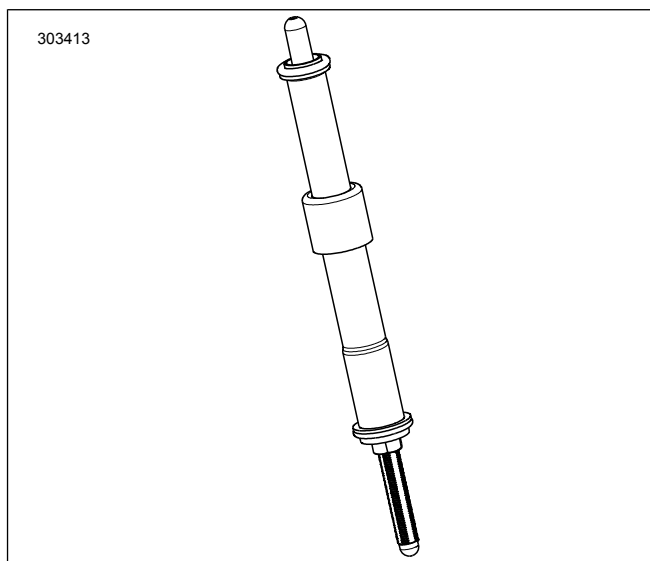

Abbildung 2. Stößelstange im in die Stößelstangenführung eingeführten Zustand
- Abbildung 2 Die Einlassventilstößelstangen in die Stößelstangenführungen einführen. Die O-Ringe, die untere Stößelstangenführung und das Kegelstück der Federabdeckung gegen neue Komponenten aus diesem Satz austauschen. Darauf achten, dass die Spannerseite der Stößelstange unten liegt.